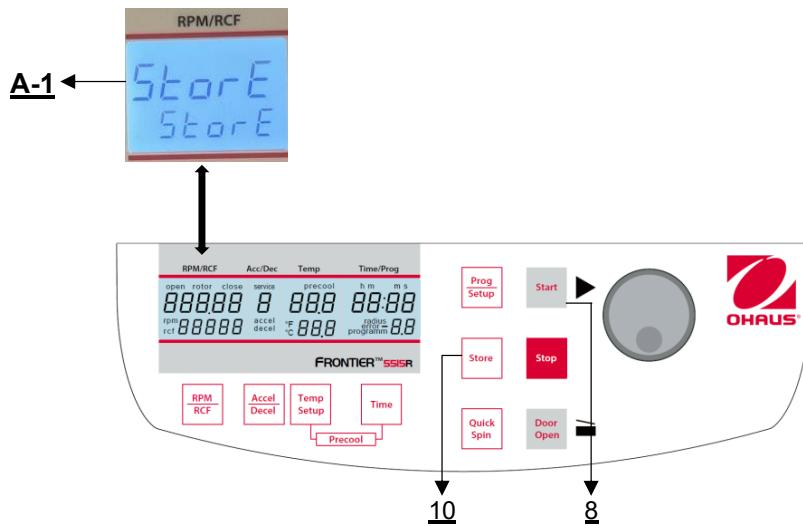

Figure 30
Tous les réglages modifiés doivent être confirmés par la touche "**Start**"(8) ou "**Store**" (10). Le mot "**Store**" apparaît sur l'écran "**RPM | RCF**" (A-1) - Ce n'est qu'ensuite que les présélections sont valables (**voir figure 30**). Après avoir mémorisé les réglages, vous pouvez repasser en mode programme normal en éteignant la centrifugeuse pendant un court instant.